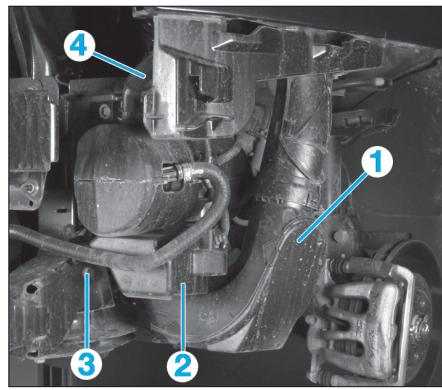

Fig. 14
- le conduit d'air (1) (Fig.14),
- le couvercle (2),
- la vis (3).
- A l'aide d'un pince-durit, pincer la durit (4) puis déposer cette dernière.